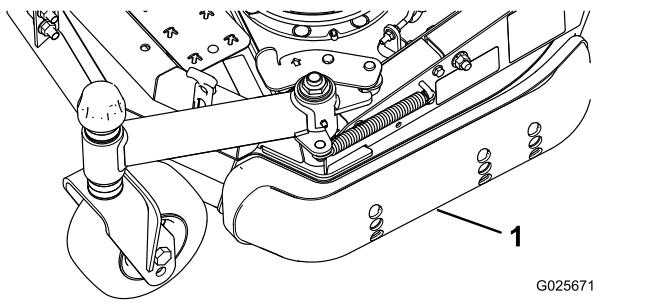

Figura 6
- Desaperte o parafuso na frente de cada patim (Figura 6).